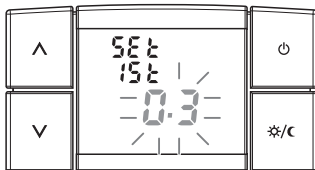

fig. 26
- En entrant dans la page-vidéo, l'écran affiche l'inscription **ISt** et la valeur du différentiel thermique configuré clignote (exemple sur la fig. 26 - paramètres de sortie d'usine **0,3**).